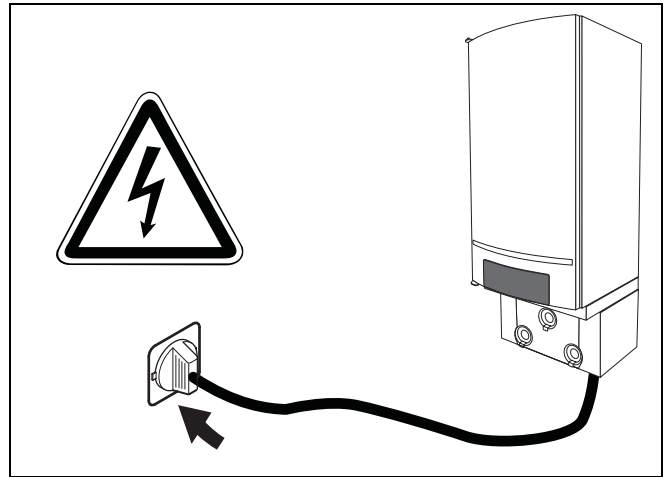

Fig. 38 Netstekker
- Steek de netstekker van het cv-toestel in een wandcontactdoos met randaarde (230 VAC/50Hz) (→ fig. 38).